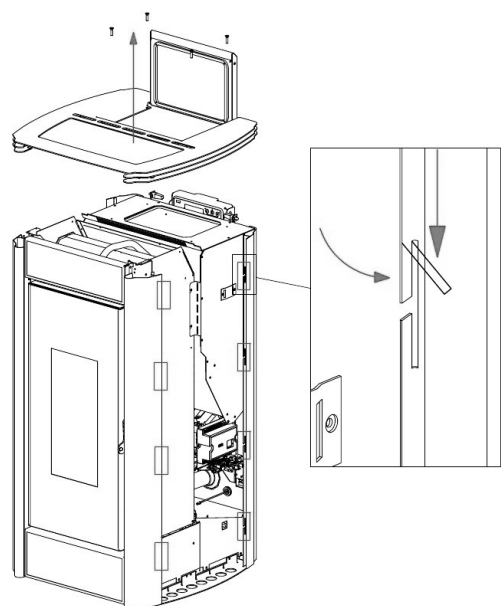

Fig. 34 - Biegen der kleinen Zungen nach außen
- Abdeckung entfernen: Die 4 oberen Schrauben herausrauben (siehe **Fig. 34**).